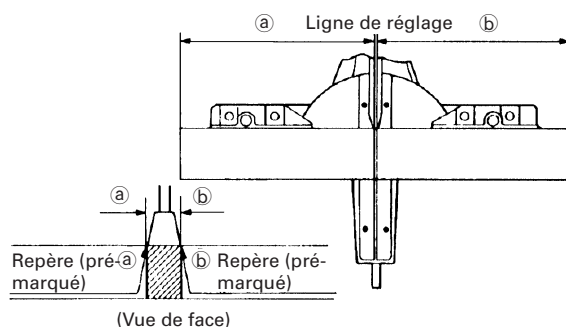

Fig. 21
- (1) Comme indiqué à la Fig. 21, la largeur de la lame est la largeur de coupe. En conséquence, glisser la pièce vers la droite (vue de la position de l'opérateur) pour obtenir la longueur ⑥, et sur la gauche pour obtenir la longueur ⑤.
- (2) Quand la lame a atteint sa vitesse maximale, abaisser doucement la poignée jusqu'à ce que la lame approche de la pièce.
- (3) Quand la lame touche la pièce, appuyer progressivement sur la poignée pour couper la pièce.
- (4) Quand la pièce est coupée à la longueur voulue, mettre l'outil électrique hors tension et attendre que la lame soit complètement arrêtée avant de relever la poignée en position complètement rentrée.